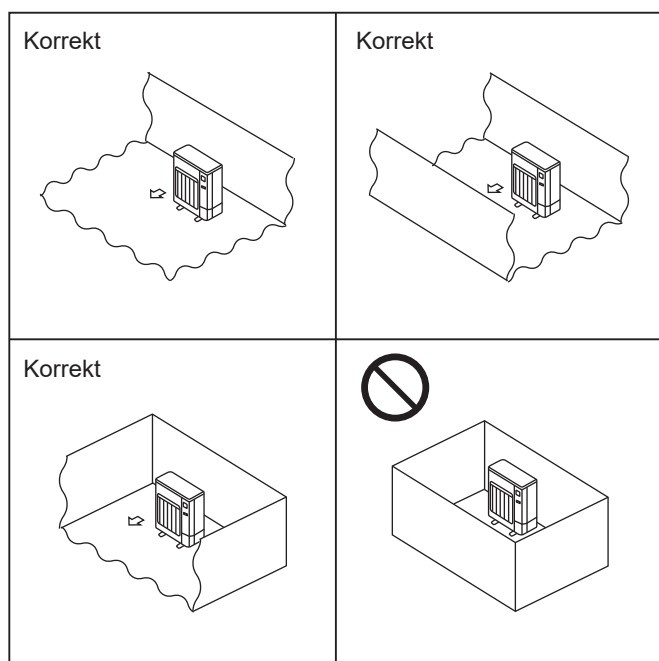

Fig. 2-1
- Installer udendørsenheder på et tilstrækkeligt stort område, hvor mindst én af enhedens fire sider ikke er blokeret, og hvor der ikke er fordybninger. (Fig. 2-1)